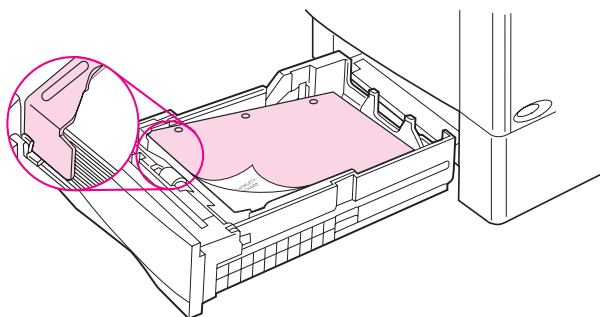

Figura 12 Orientación del papel para todas las demás bandejas
- Oriente las etiquetas en la bandeja 1 con el lado a imprimir hacia arriba y el borde corto superior hacia la impresora. Para averiguar la orientación en las demás bandejas, consulte la figura 12 en la página 46.
- Desde las otras bandejas pueden imprimirse pilas de 50 a 100 transparencias. No llene estas bandejas por completo ya que las transparencias pesan más que el papel. Para averiguar la orientación necesaria, consulte la figura 12 en página 46.